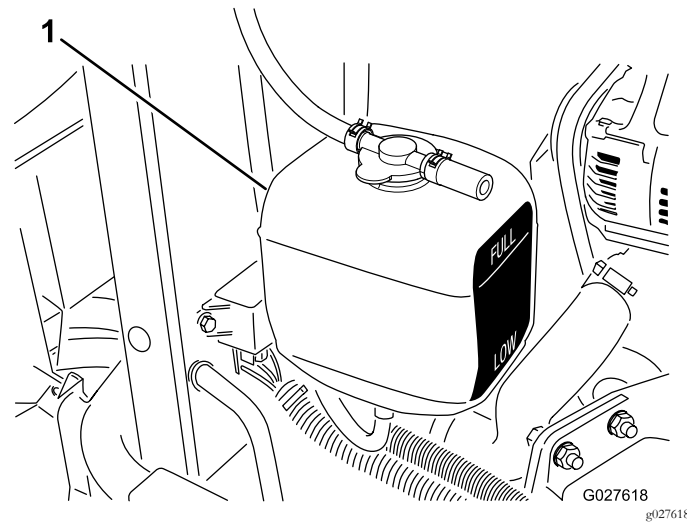

Figure 41
1. Vérifiez le niveau du liquide de refroidissement dans le vase d'expansion (Figure 41).